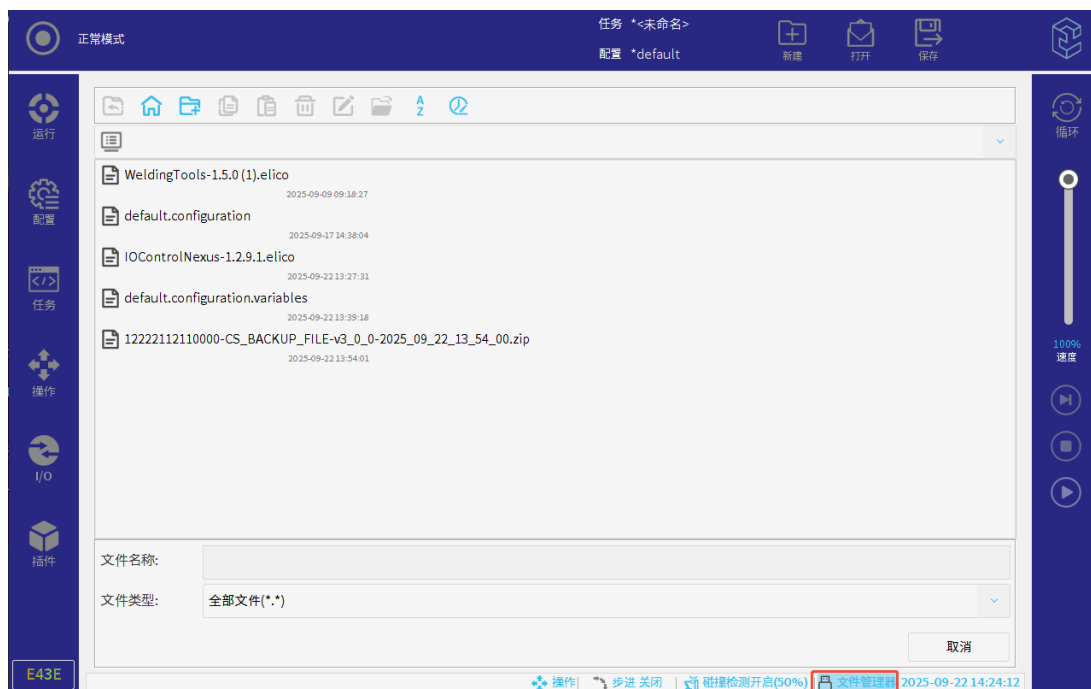

图 3-12: 文件管理器界面
- 点击 ，将粘贴已经拷贝的文件，注意请在粘贴前选择要粘贴的目录，如将 U 盘中的文件拷贝至本地，请在拷贝后点击路径栏进行切换，将 U 盘图标切换至本地目录，并粘贴在 U 盘中拷贝的文件，如需拷贝至指定文件夹，请先点击对应的文件夹，再进行粘贴，如图 3-12 所示；